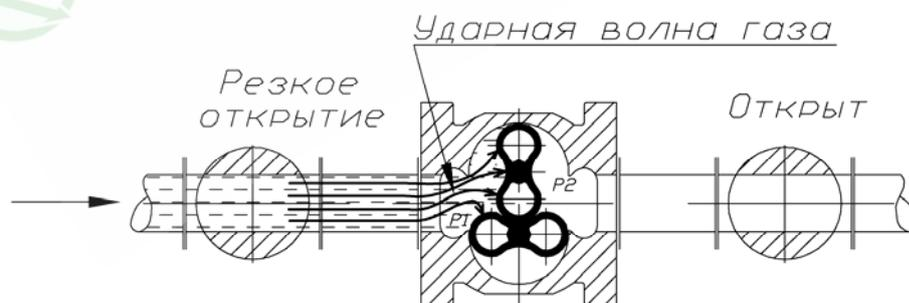

Рис.12 Возникновение ударной волны в результате неправильного пуска
Ударная волна (Рисунок 12), которая возникает в результате резкого открытия запорных устройств приводит к нарушению синхронности вращения роторов и выходу счетчика из строя.
3.5.2 Масло плавно заливается из флакона, входящего в комплект поставки счётчика, в одну из крышек, при этом масло в другую крышку переливается через масляные каналы, проходящие через корпус счетчика. Уровень масла контролируется по маслоуказательным стеклам и должен соответствовать показанному на рис.12.